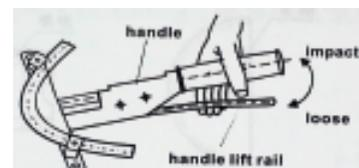

Figura 5
2) Dobrando o tubo. Aperte com a mão - solte - aperte - solte o trilho. Execute essa ação repetidamente, e o rack levará a curva de dobra para cima, avançando gradualmente, de modo a dobrar o tubo, veja na figura 5.